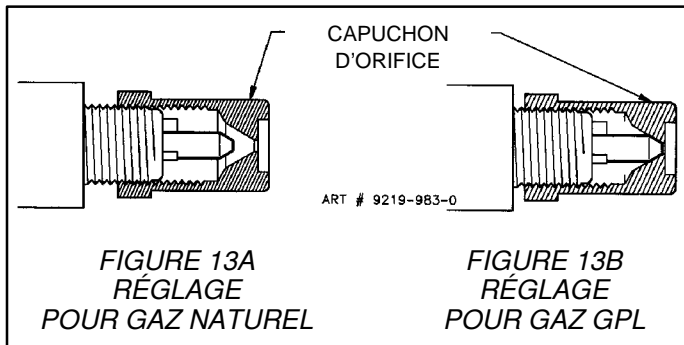

FIGURE 13A
- Dévisser les capuchons d'orifice des brûleurs de façon à les éloigner des broches (voir la figure 13A). Soit approximativement 1 1/2 à 2 tours.